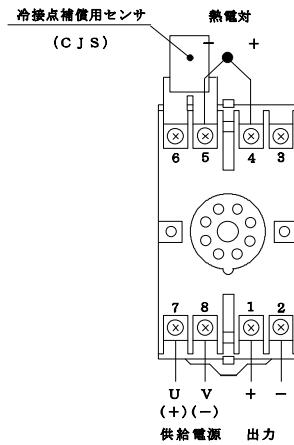

図2
- 配線は図2の接続図により接続し、電線は回路の定格容量に適合するものを使用してください。